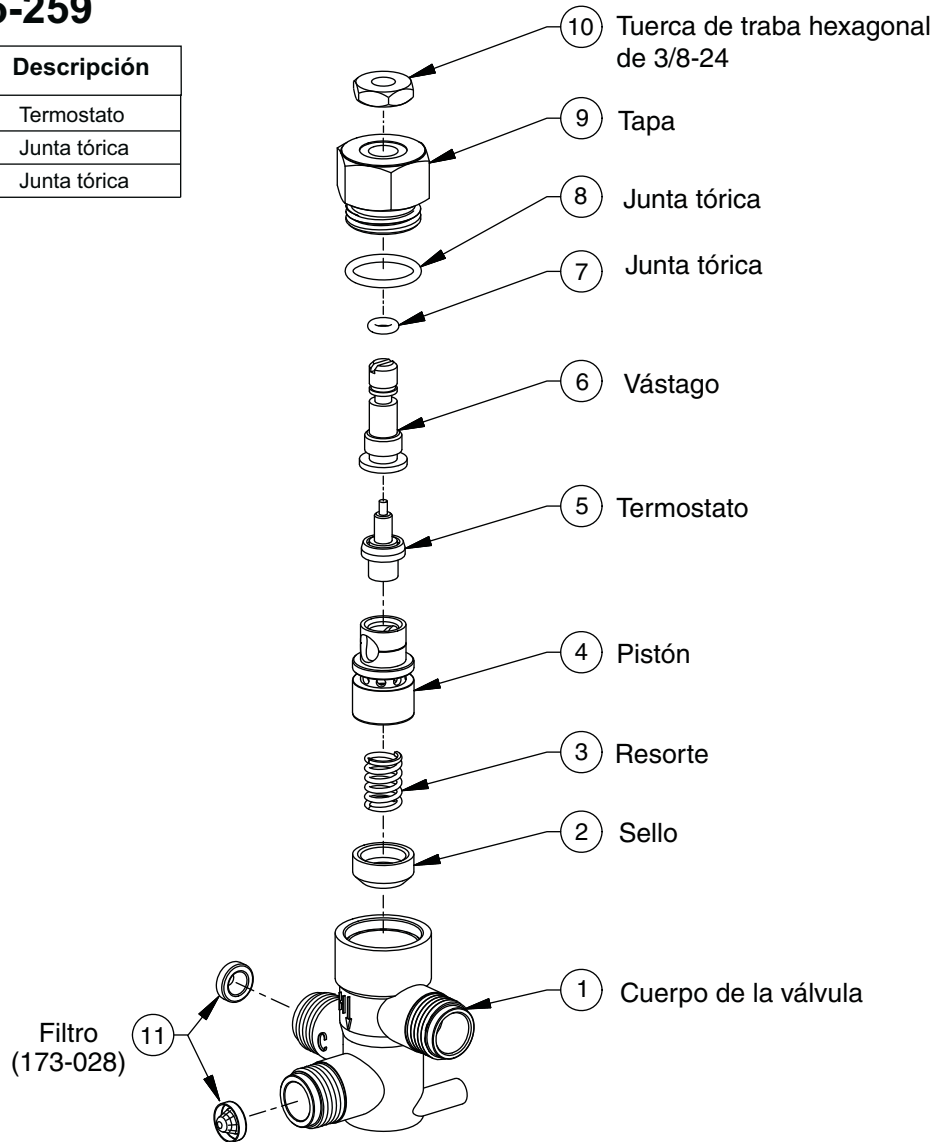

Figura 12
1. Saque y limpie el filtro (consulte la Figura 12 ó 13 en la página 70). Si fuera necesario cambiar el filtro, pida la pieza N° 173-028 de Bradley.
1. Saque la tapa de la válvula y el termostato (consulte la Figura 12 en la página 70).